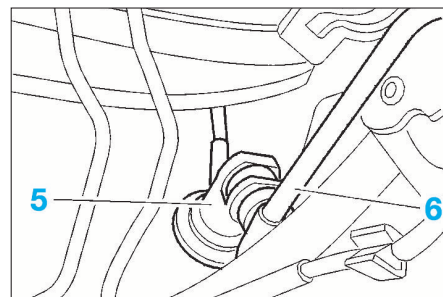

FIG. 14
- Écarter l'agrafe (5) et le tuyau (6) (Fig.14).